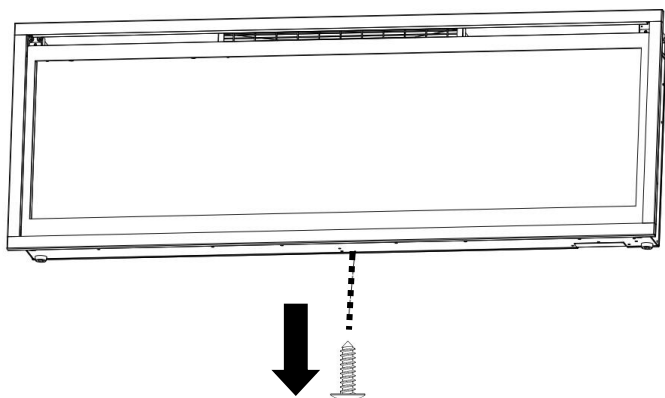

Fig 3-1
A. Odkręć srebrną śrubę w dolnej części urządzenia. (Rys. 3-1). Odłóż śrubę na bok.